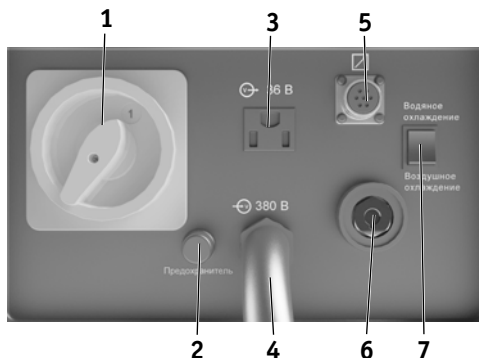

Рис. 6.3. Задняя панель.
5. Задняя панель (см. рис. 6.3)